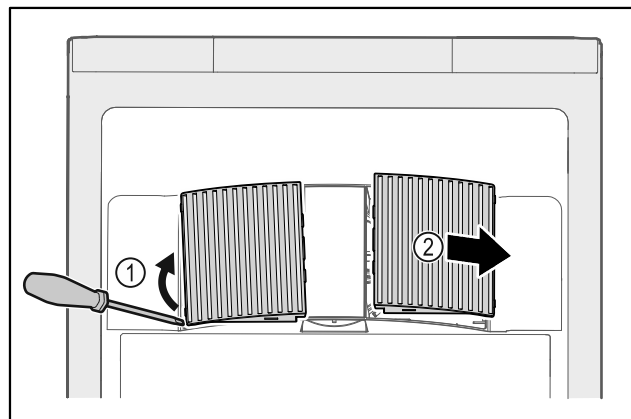

Fig. 200
- ▶ Extraire par un mouvement de levier les caches latéraux Fig. 200 (1) vers l'avant Fig. 200 (2).